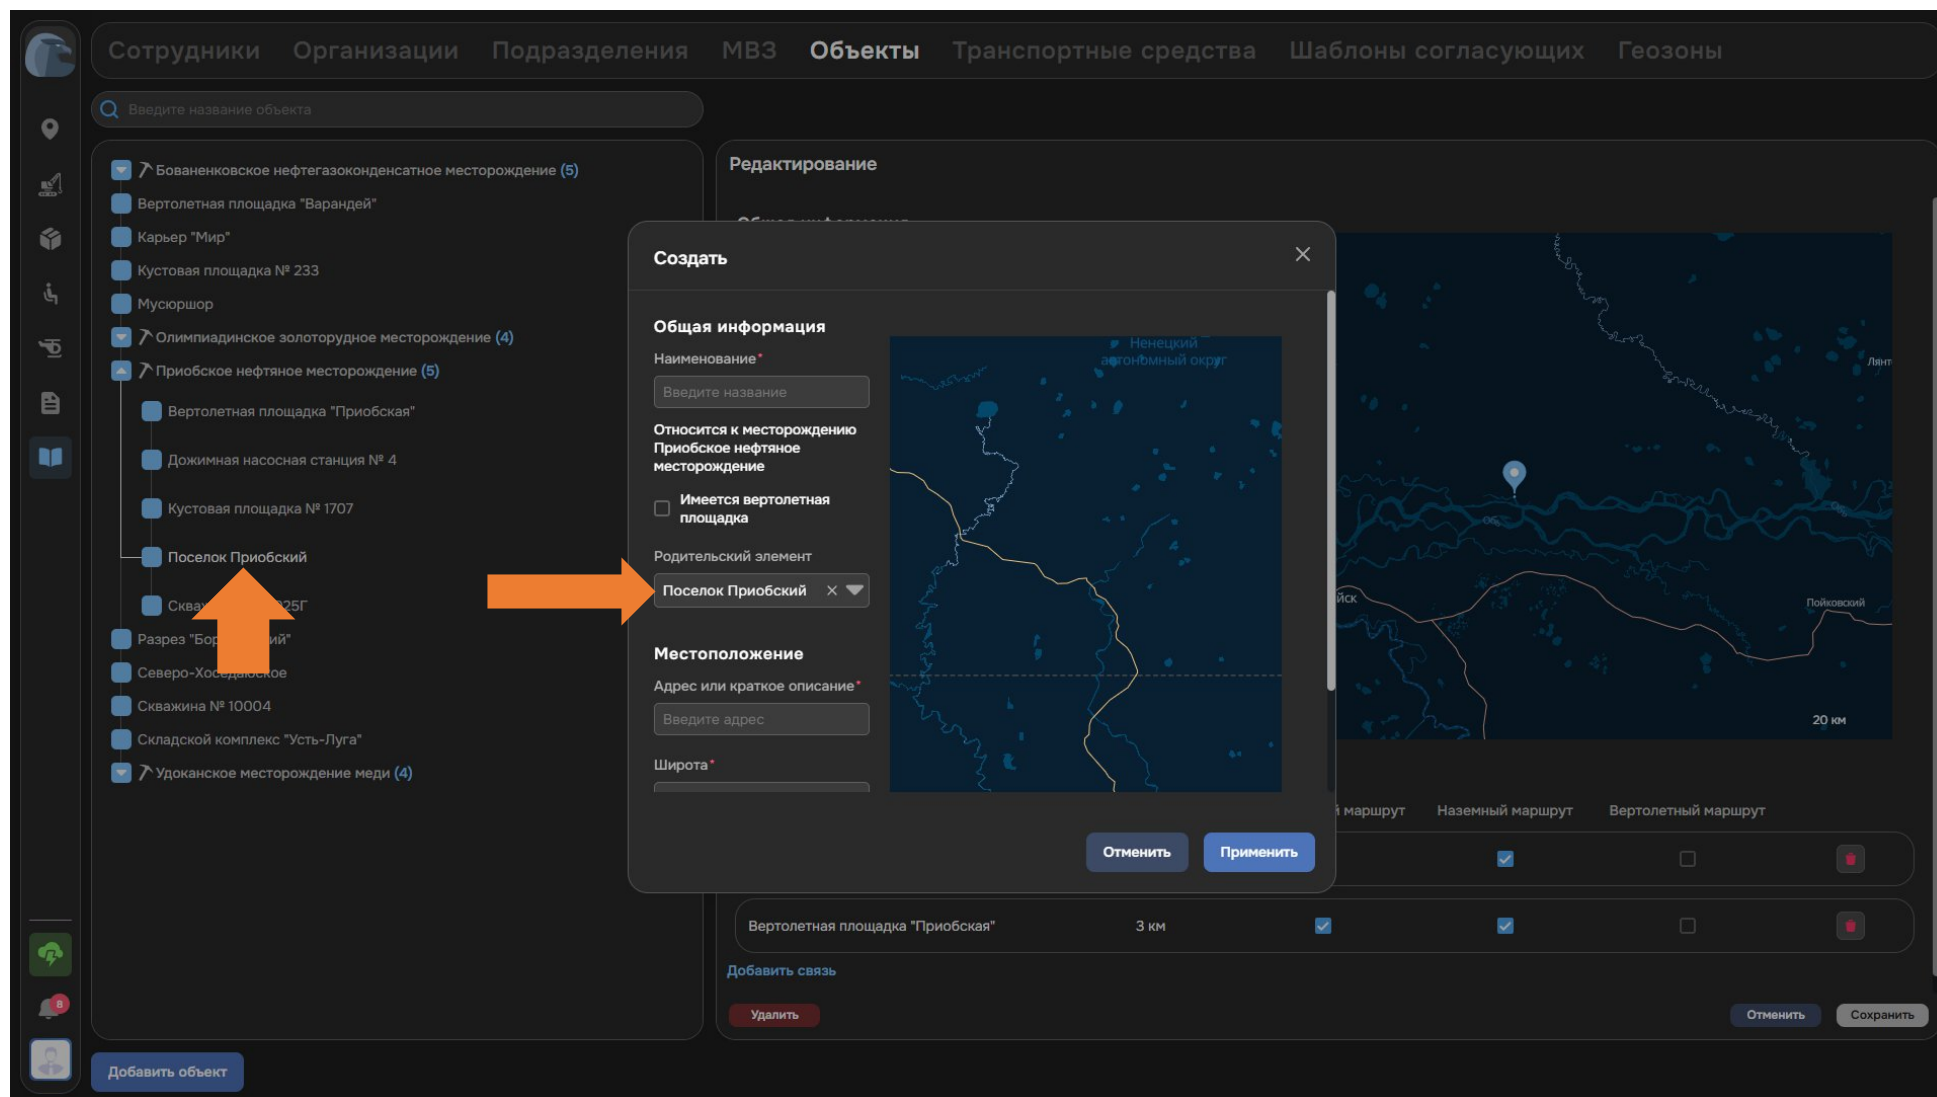

Рисунок 118. Создание нового элемента справочника с заранее выбранным родительским элементом
2. Если выбрать какой-то элемент справочника, а затем начать создавать новый элемент, то выбранный элемент будет указан как родительский для создаваемого (см. Рисунок 118).